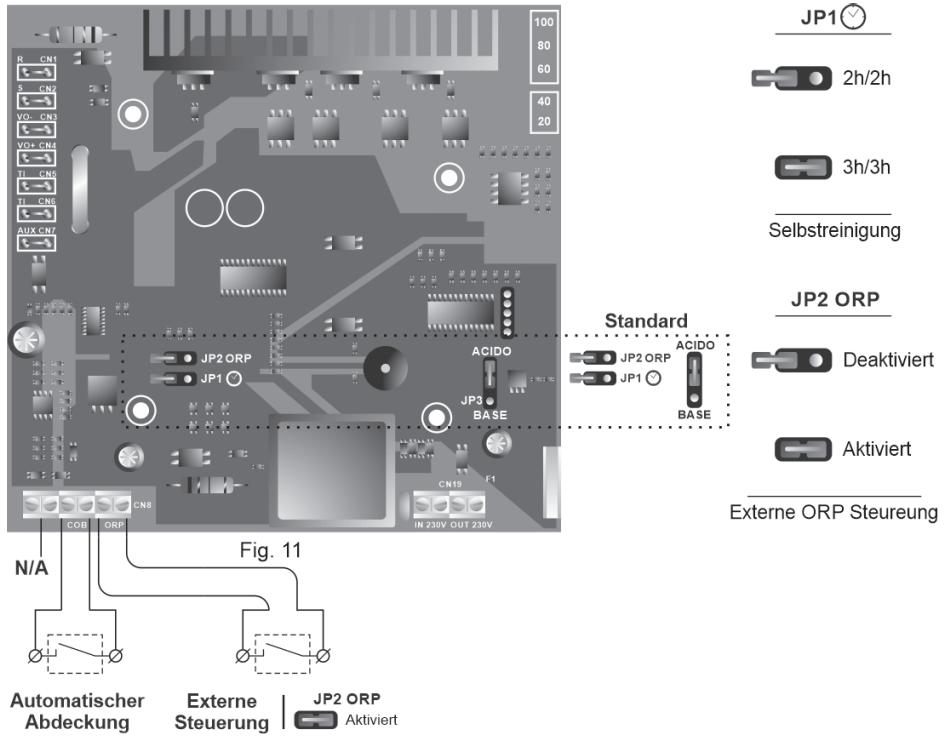

Abb. 11
- **ELEKTRODENSELBSTREINIGUNGSSYSTEM:** Die Umkehrfrequenz kann mit dem auf der Systemsteuerplatte befindlichen "JP1"-Jumper gewählt werden (Abb. 11). Diese Konfiguration tritt in Kraft, wenn man das Gerät aus- und wieder einschaltet.